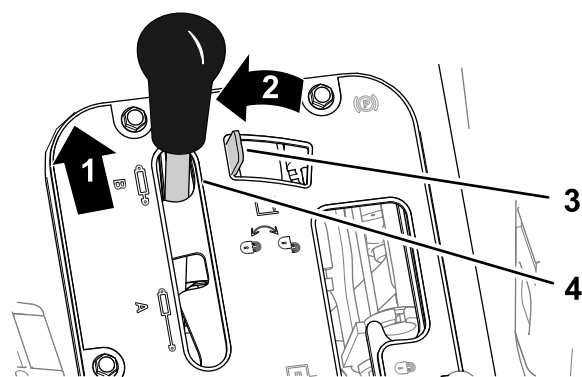
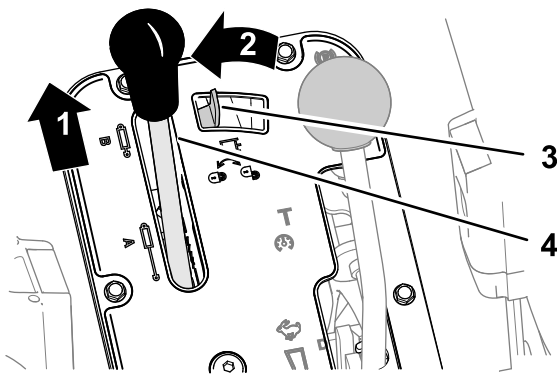

Figura 90
Figura 91
1. Empuje hacia delante la palanca de elevación hidráulica (Figura 90 o Figura 91).
- Mueva el bloqueo de elevación hidráulica hacia la izquierda para accionar el bloqueo (Figura 90 o Figura 91).